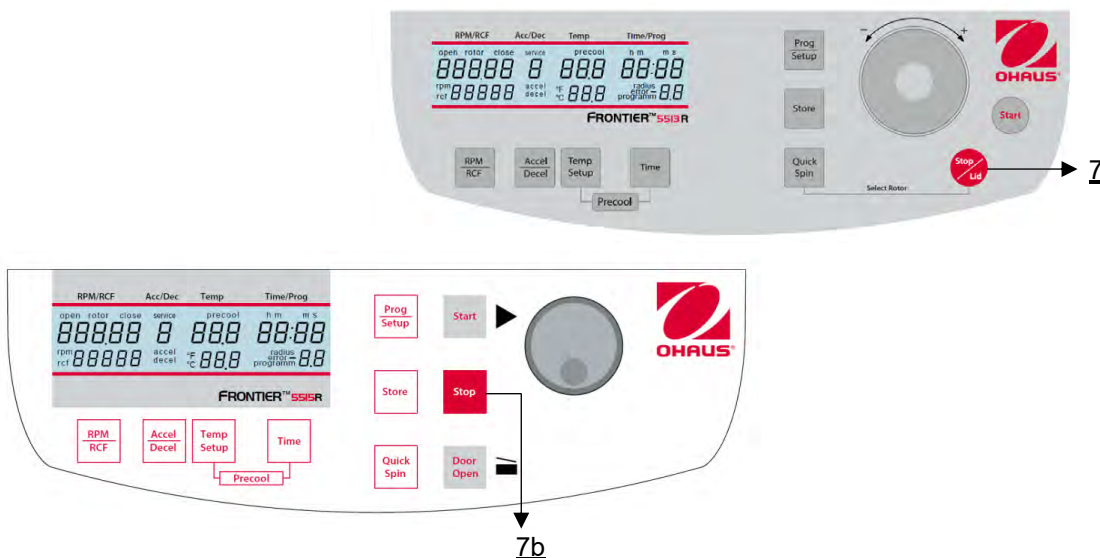

Figure 23
La touche "**Stop**" (7b) ou "**Stop/Couvercle**" (7) (voir figure 23) permet d'interrompre la centrifugeuse à tout moment. Après avoir appuyé sur la touche, la centrifugeuse décélère avec l'intensité présélectionnée jusqu'à l'arrêt.